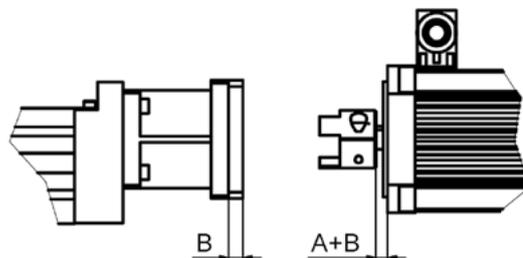

Bild 3.14 — Montagemaße
1. Kupplungsnahe **2** auf die Motor- bzw. Getriebewelle stecken. Dabei das Maß A (Bild 3.14) aus Tabelle 6.24 in Kapitel 6.2.4.2 und Maß B bei Verwendung eines optionalen Zwischenflansches **5** berücksichtigen.